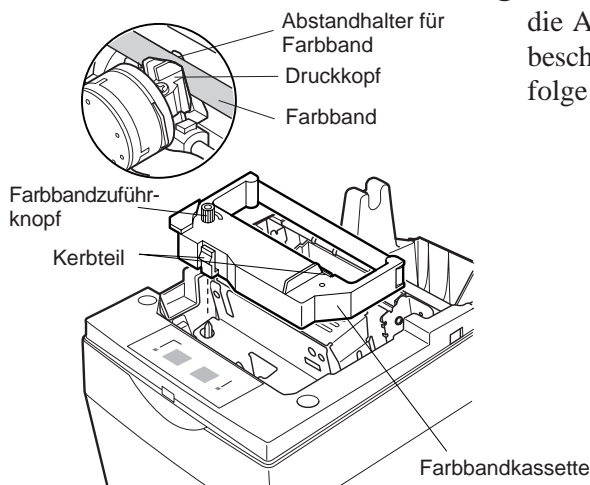

Abb. 6-2 Einlegen der Farbbandkassette
- ① Den Netzschalter am Drucker in Aus-Stellung stellen.
- ② Zum Abnehmen der Frontabdeckung diese ca. 3 cm anheben, und nach vorne ziehen.
- ③ Die Farbbandkassette in der Richtung einsetzen wie in der Abbildung 6-2 gezeigt und eindrücken, bis sie hörbar einrastet. Wenn die Farbbandkassette nicht richtig sitzt, eingedrückt halten und gleichzeitig den Farbbandknopf in Pfeilrichtung drehen.
- ④ Um Schlaufen im Farbband aufzuwickeln, den Farbbandzuführknopf der Farbbandkassette in Pfeilrichtung drehen.
- ⑤ Zum Anbringen der Frontabdeckung die Ausbauschritte wie in ② oben beschrieben in umgekehrter Reihenfolge ausführen.